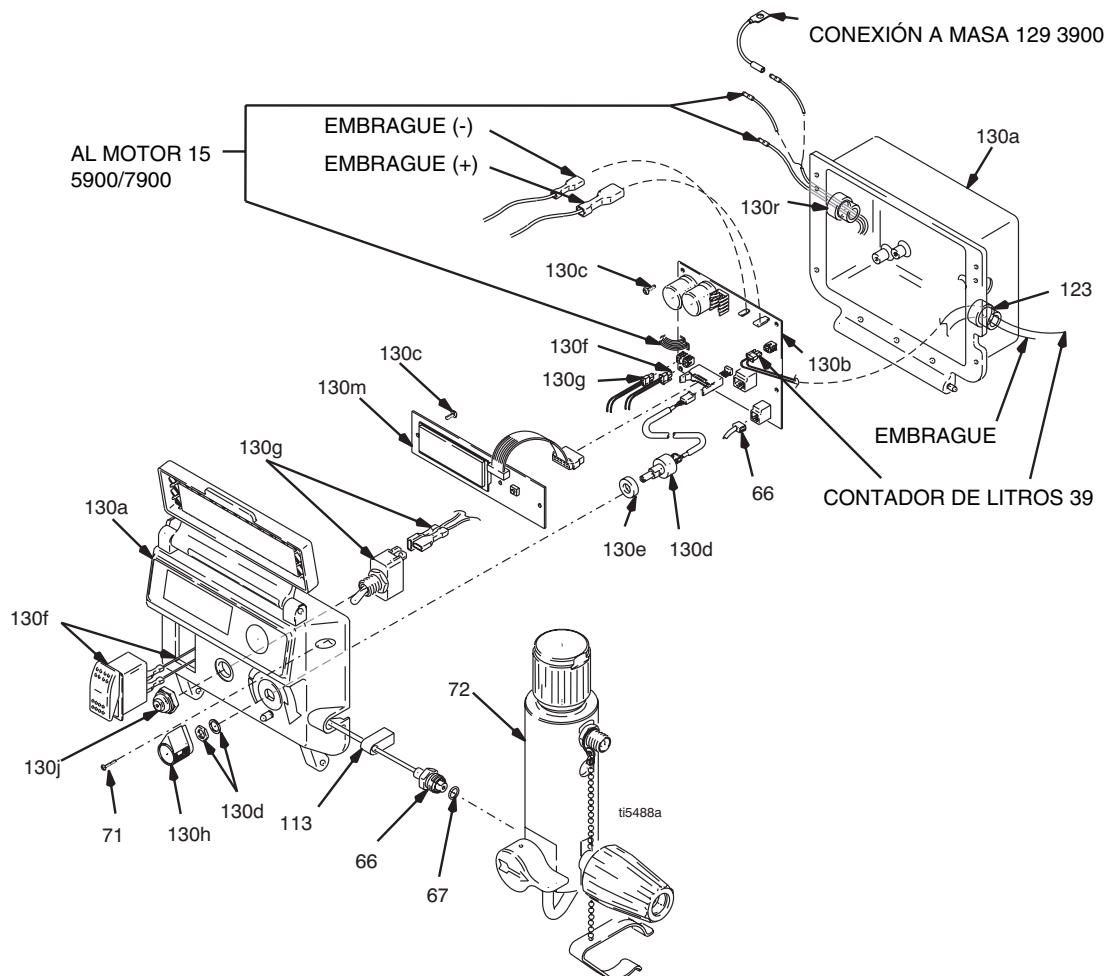

FIG. 14
12. FIG. 14. Conecte los conectores del cable del embrague en el interior del dispositivo de control de presión.
1. FIG. 14. Saque los dos tornillos (71) y bascule hacia abajo la tapa (130a).
- FIG. 14. Saque los dos tornillos (71) y bascule hacia abajo la tapa (130a).
- Hilo conductor desde el transductor (66)
- Hilo conductor desde el sensor del contador de galones (39)
- FIG. 14. Instale la tarjeta de control (130b) con los cuatro tornillos (130c).
- Desconecte el hilo conductor del transductor (66) de la tarjeta de circuito de control (130b).
- Tire del conector del transductor a través del ojal de goma (113).
- Retire el transductor del dispositivo de control de la presión (66) y la junta tórica de la empaquetadura (67) del alojamiento del filtro (72).
- FIG. 14. Instale la junta tórica (67) y el transductor del dispositivo de control de presión (66) en el alojamiento del filtro (72). Apriete a un par de 35 - 45 ft-lb.
- Conecte el hilo conductor del transductor (66) de la tarjeta de circuito de control (130b).
- Abra la tapa (130a) y sujétela con los dos tornillos (71).
- FIG. 14. Instale el potenciómetro de ajuste de presión, la tuerca del eje, la contratuerca y el botón del potenciómetro (130h).